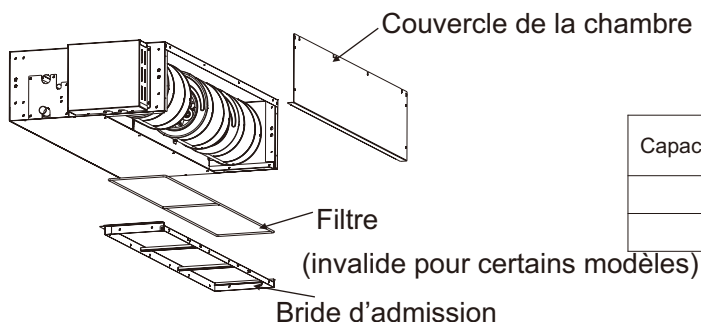

Fig. 3.1.4
- (2) Remettez le couvercle de l'armoire retiré dans l'illustration de la Fig. 3.1.4, remettez en place la bride du côté de l'admission dans l'orientation illustrée à la Fig. 3.1.4.